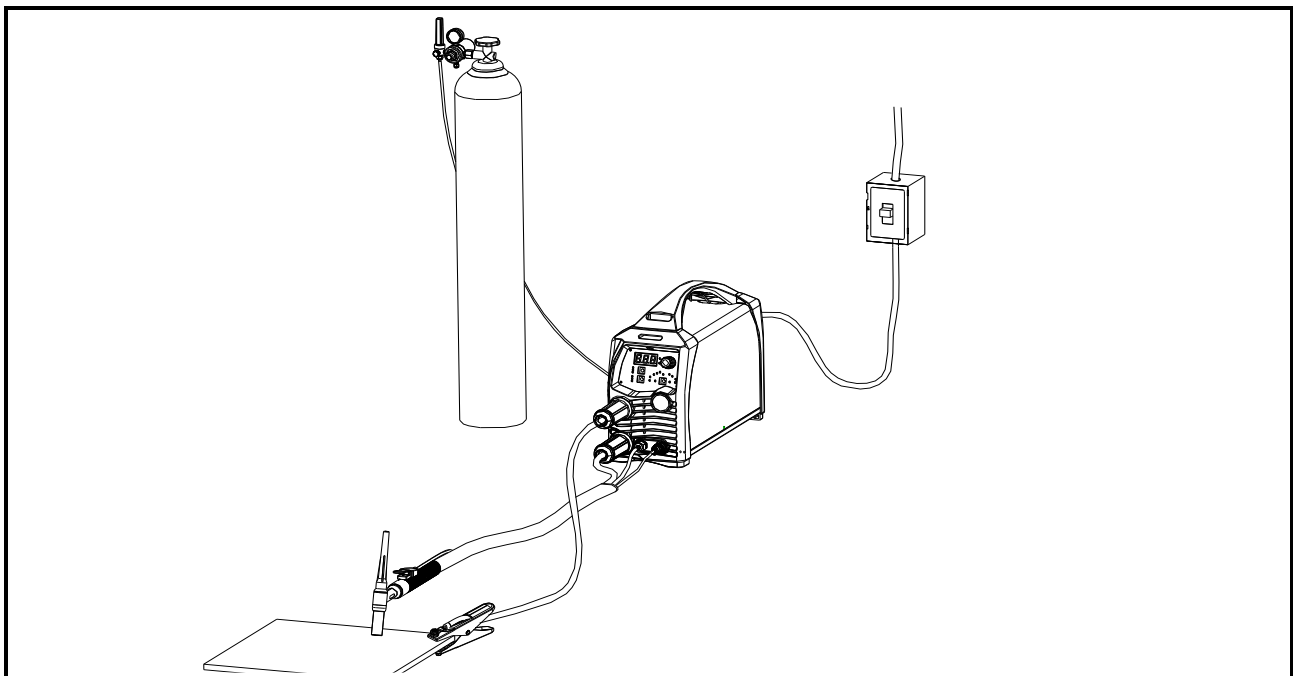

Fig. 9-1
- 1) Connettere la torcia TIG correttamente seguendo la Fig. 9-1. Connettere il connettore della torcia TIG al connettore rapido "-" sul pannello della macchina, e stringerlo in senso orario.